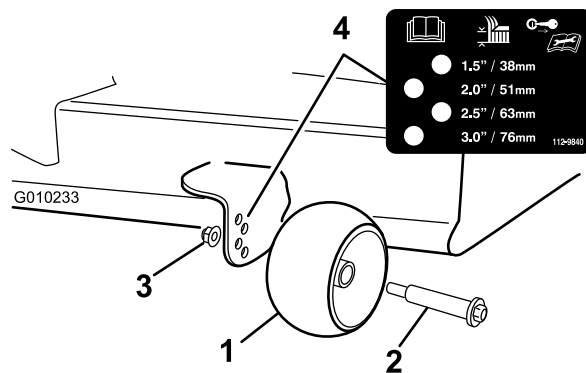

Figure 19
3. Réglez les galets anti-scalp (Figure 19) à la position correspondant le mieux à position de hauteur de coupe.